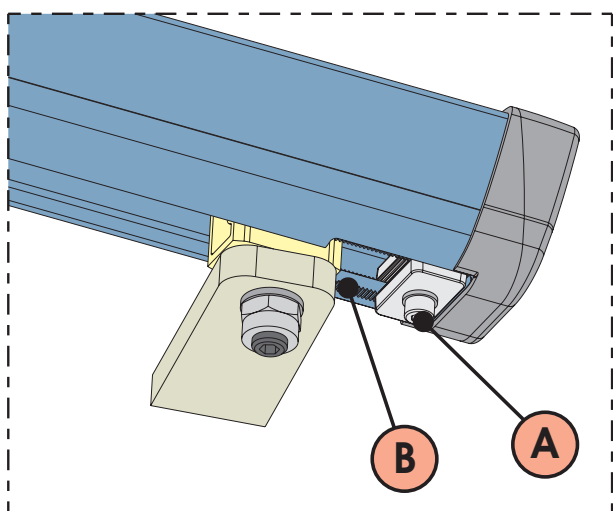

Abb. 20
- 3) Die Befestigungsschraube, Abb. 20 – Bez. A lockern. Es ist nicht erforderlich, die Schraube vollständig abzunehmen.
ACHTUNG: Der mechanische Anschlag arbeitet gekuppelt mit einem mechanischen Sektor, Abb. 20 – Bez. B – bei Behinderungen während der Bewegung sicherstellen, dass die Kupplung frei ist. **KEINE GEWALT ANWENDEN.**